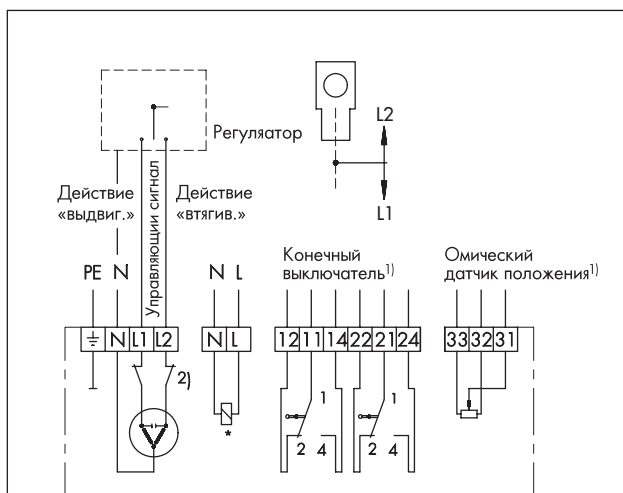

Рис. 8 · Схема соединений сервопривода без позиционера
На рис. 8 показана схема внешних соединений сервопривода без позиционера. Управляющие сигналы регулятора подсоединяются к клеммам L1 и L2. Если на L2 подается напряжение, то серводвигатель тянет шток привода (4) или рычажный механизм (5) в направлении «втягивание» (в привод).